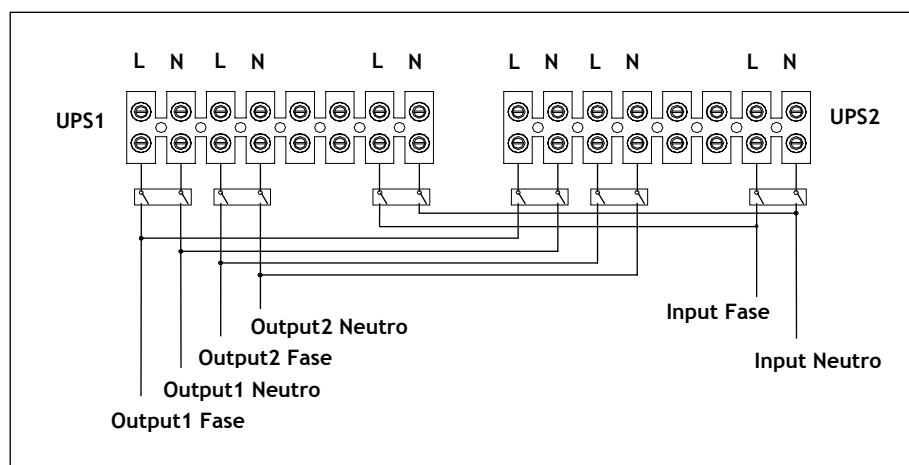

Figura 7 - Collegamenti del Sistema Parallelo
1. Prima di tutto assicurarsi che gli UPS siano tutti modelli predisposti per il Sistema Parallelo, e poi collegare i terminali d'Ingresso/Uscita come illustrato nella figura 7, utilizzando interruttori esterni d'Ingresso/Uscita.